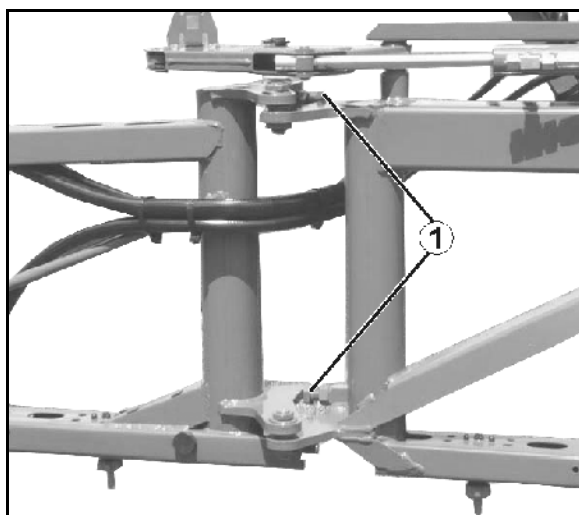

Fig. 140
1. Kontramøtrikken på indstillingsbolten (Fig. 140/1) løsnes.